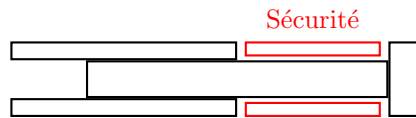

FIG. 2.3 – Verrou de sécurité sur un vérin hydraulique
- des verrous mécaniques de sécurité sont placés sur les verrous des trappes et des trains des avions immobiles pour éviter leur repliement pendant les opérations (figure 2.3) ;